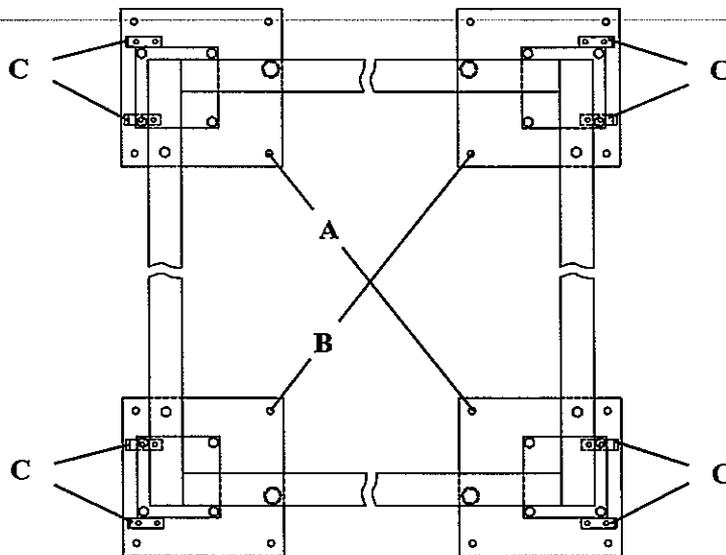

fig. 7
-Place the holding down bases (*fig. 7/A,B*) on the floor where the machine is to be installed. The holding down bases are equal two against two and are matched in X form. To determine each of the four bases position, take as a reference the tilt guards supports (*fig. 7/C*).
-Posicionar las bases de anclaje (*fig. 7/A,B*) sobre el emplazamiento de la máquina. Las bases de anclaje son iguales dos a dos y van emparejadas en forma de X. Para determinar la posición de cada una de las cuatro bases, tomar como referencia los soportes de las tapas protectoras del basculante (*fig. 7/C*).
-Placer les bases de scellement (*fig. 7/A,B*) sur l'emplacement de la machine. Les bases de scellement sont égales deux à deux et sont assorties en forme de X. Pour déterminer la position de chacune des quatre bases, prendre comme référence les supports des protecteurs du basculant (*fig. 7/C*).